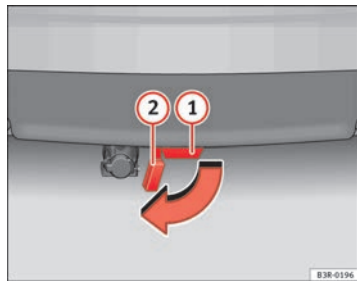

Abb. 154 Stoßfänger
- Klappen Sie den Verschlussdeckel (2) ⇒ Abb. 154 des Aufnahmeschachts (1) unterhalb des Stoßfängers bis zum Endanschlag heraus. Der Verschlussdeckel verrastet am Endanschlag automatisch.